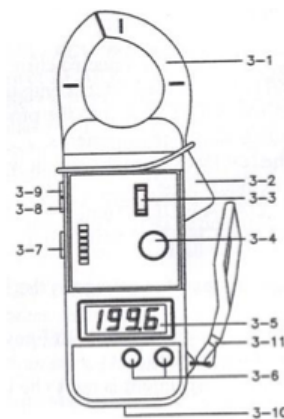

Fig. 1 Panel Frontal
- 5.1.3.1 VCD pulse el selector de función (3-8, Fig.1) para que quede deprimido (“”).
- 5.1.3.2 VCA pulse el selector de función (3-8, Fig.1) para que quede en posición alzada (“”).
- 5.2.3 Pulse el botón selector de función (3-8 Fig. 1) para que quede presionado, esto selecciona la opción para medir resistencia “ $\Omega$ ”.
- 5.3.1 Deslice el interruptor de encendido (3-3, fig.1) a la posición “ON”
- 5.3.2 Pulse el botón selector de función (3-8 Fig. 1) para que quede alzado, esto selecciona la opción para medir Corriente Alterna “ $\sim$ ”.
- 5.3.3 Seleccione el rango de corriente más apropiado para su medición con el interruptor (3-7, fig.1)
- 5.3.4 Presione el “disparador” (parte 3-2 fig.1) para abrir las tenazas el sensor de gancho y coloque las tenazas únicamente sobre el conductor que desea medir.
5.4.1 Deslice el interruptor de encendido(3-3, fig.1) a la posición "ON"
5.4.2 Pulse el botón selector de función (3-8 Fig. 1) para que quede presionado, esto selecciona la opción para medir resistencia "-----"
5.4.3 Seleccione el rango de corriente más apropiado para su medición con el interruptor (3-7, fig.1)
5.4.5.1 Mueva la perilla "DCA Zero Adj." (3-4, fig.1) hasta que el valor en pantalla sea cero "0".
5.4.6 Presione el gatillo (3-2, fig.1) para abrir las tenazas y colocar el únicamente el hilo del conductor dentro del gancho para tomar la lectura.
5.5.3 Pulse el botón selector de función (3-8 Fig. 1) para que quede presionado, esto selecciona la opción para medir diodo "▶"
5.6.1 Pulse el botón de retención de datos “DATA HOLD” (3-9, fig.1) cuando desee mantener en pantalla los dígitos de la lectura actual.
5.6.1.1 Para activarlo presione el interruptor “DATA HOLD” (3-9, fig.1) de manera que al retirar su dedo este quede deprimido.
5.6.1.2 Para desactivarlo púlselo nuevamente asegurándose que el botón “DATA HOLD” (3-9, fig.1) quede elevado.
6.1.2 Usando un desarmador retire el tornillo de la tapa de la batería. (3-10, Fig.1)